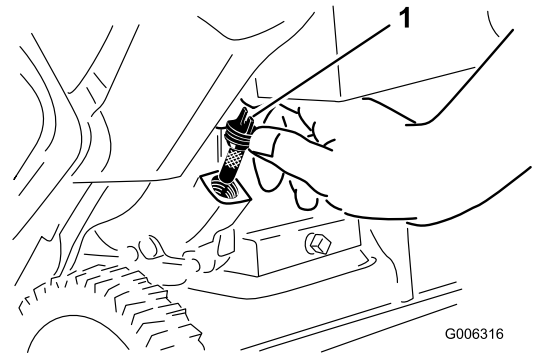

Figure 26
6. Nettoyez la surface autour du bouchon de remplissage d'huile (Figure 26).
7. Dévissez et retirez le bouchon de remplissage (Figure 26).